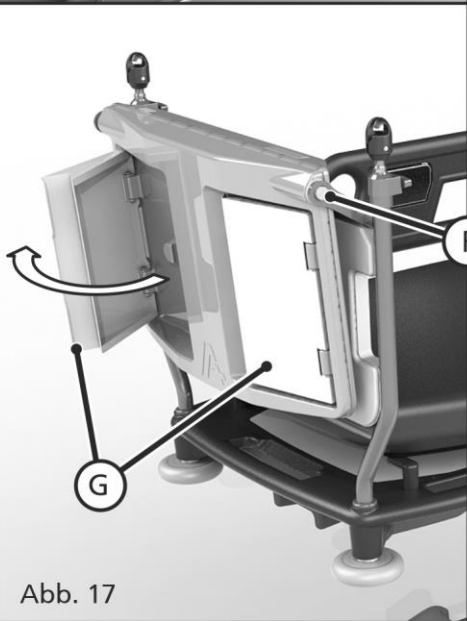
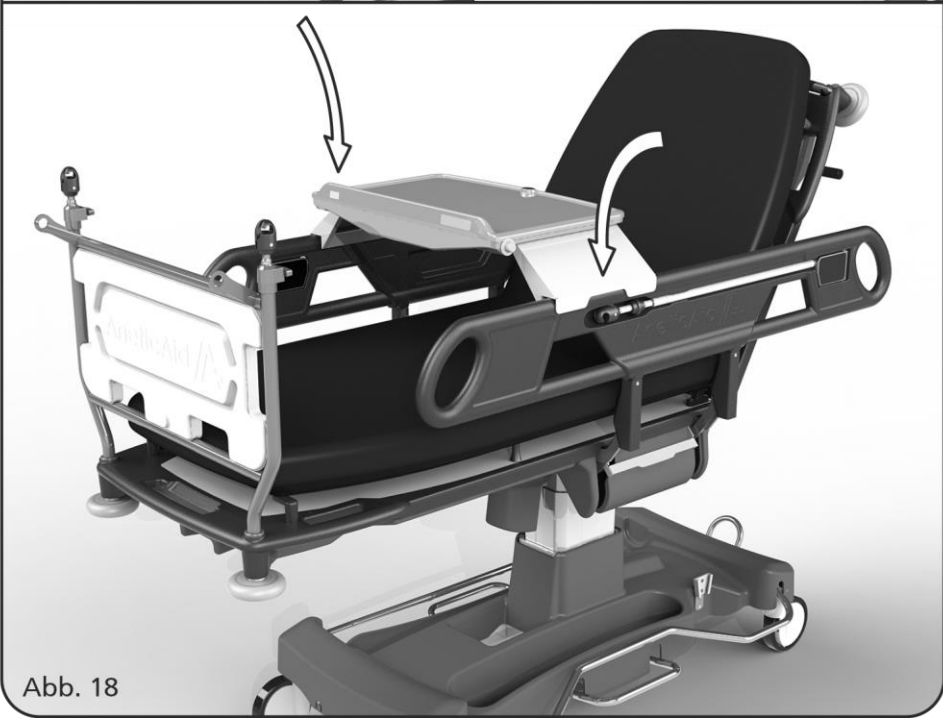

Abb. 17
Abb. 18
Abb. 17 und 18 zeigen, wie das abnehmbare Erfrischungstablett eingerichtet und verwendet wird. Das Erfrischungstablett wird durch Drücken der gelben Auslösetaste (F) aus dem Rahmen der Monitorablage entnommen. Wenn das Tablett entnommen wurde, können beide Stützbeine (G) aufgeklappt und das Erfrischungstablett auf die Seitenbügel des Wagens gelegt werden, so orientiert, dass der hohe Rand des Tablett am weitesten vom Patienten entfernt ist; wie in Abb.18 dargestellt.